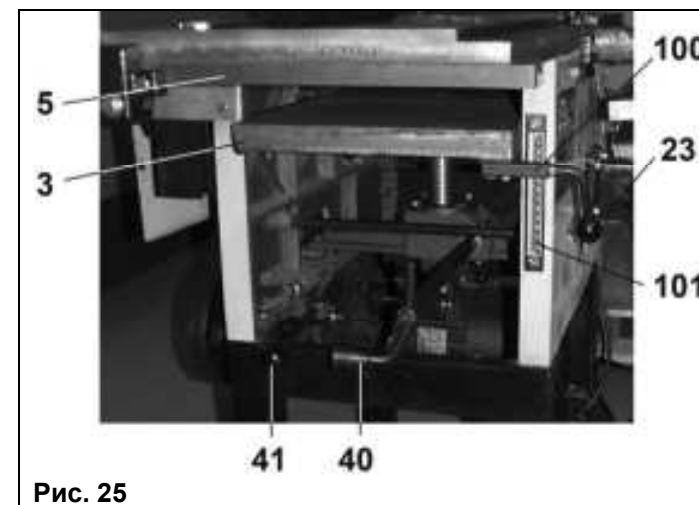

Рис. 25
9.3.2. Перед строганием промерьте толщину заготовки по всей длине. По шкале (101) установите максимальную толщину заготовки (88), для чего рычагом (23) ослабьте фиксацию положения рабочего стола (3); вращением вправо/влево ручки (40) переместите рабочий стол (3) вверх/вниз, положение зафиксируйте рычагом (23), Рис. 25.